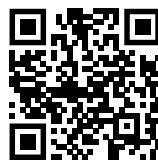

Fig. 155
- ▶ Откройте Liebherr SmartMonitoring Dashboard. (см. Fig. 155)